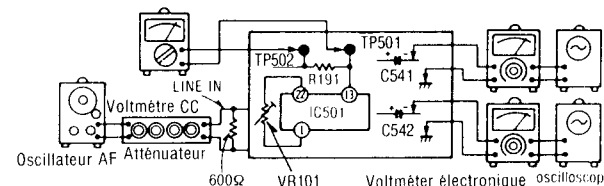

Fig. 19
- Faire les branchements comme indiqué dans la Fig. 19 et appliquer un signal de 1kHz -27dB à la borne LINE IN. Placer le sélecteur de réduction de bruit sur la position de bande dbx ("dbx tape").